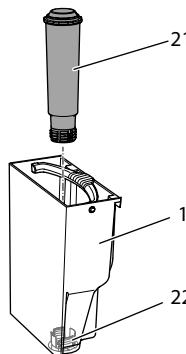

Рис. 15: Завинчивание и отвинчивание фильтра для воды
- Снимите фильтр для воды (см. Рис. 15 на стр. 250).
9. Вставьте новый фильтр в контейнер для воды (см. Рис. 15).